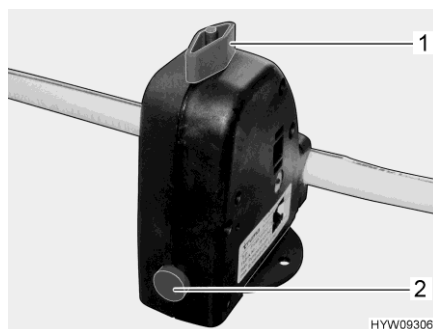

Fig. 190 Valvola di sicurezza/di scarico (Truma)
- Chiudere la valvola di sicurezza/di scarico (Truma). A tal fine ruotare la manopola (Fig. 190,1) verticalmente rispetto alla valvola di sicurezza/di scarico e premere verso l'interno il bottone automatico (Fig. 190,2).